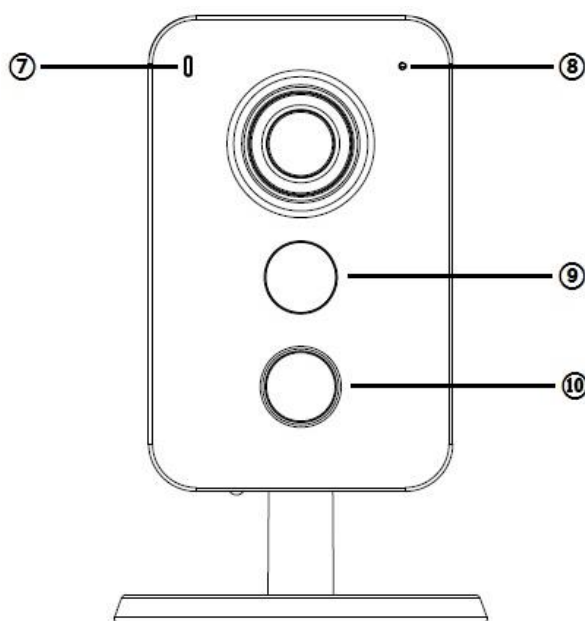

Рисунок 3
Найдите на устройстве слот для карты «Micro SD». Определите направление карты «Micro SD», руководствуясь направлением, указанным на устройстве, и вставьте карту «Micro SD» в слот (рис.3).
Кнопка аппаратного сброса (рис.3) используется для возврата к настройкам по умолчанию. При длительном нажатии в течение 8 секунд, конфигурация системы вернется к заводским настройкам.
4.5 Подключите соединительные провода (разъемы) в соответствии со схемой внешних подключений (рис.3) и соблюдением полярности. Неверное соединение может привести к повреждению и/или неправильному функционированию оборудования.